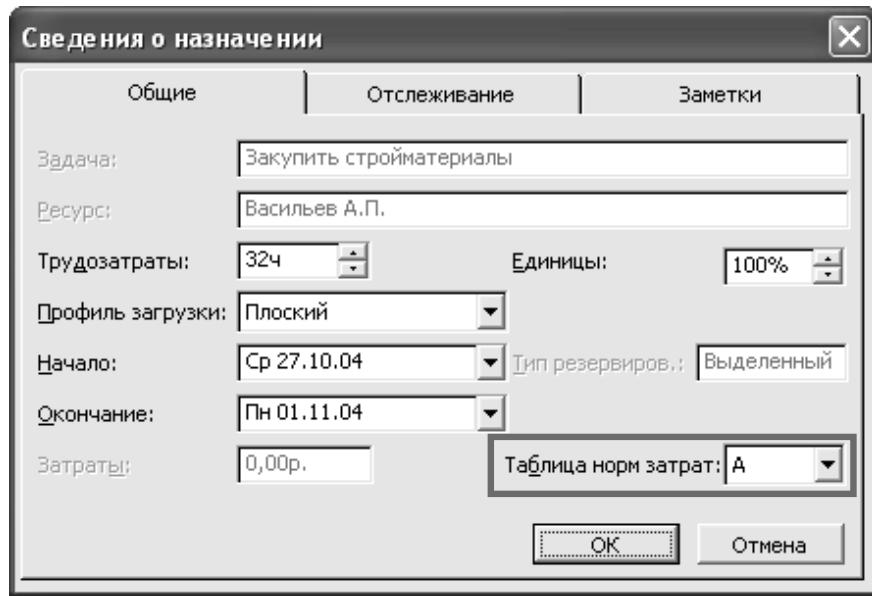

Рис. 26. Застосування таблиці норм витрат
5. Натисніть на кнопку **OK** (рис. 26).